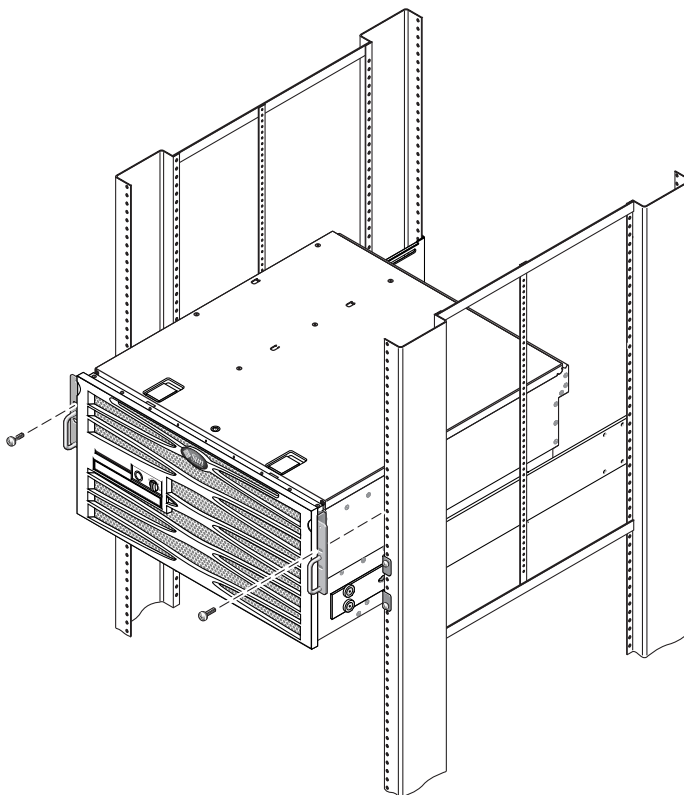

BILD 3-14 Skruva fast serverns framsida i racket
15. Använd en skruv per sida och skruva fast den främre delen av de fasta skenorna som sitter på serverns sidor på rackets framsida (BILD 3-14).